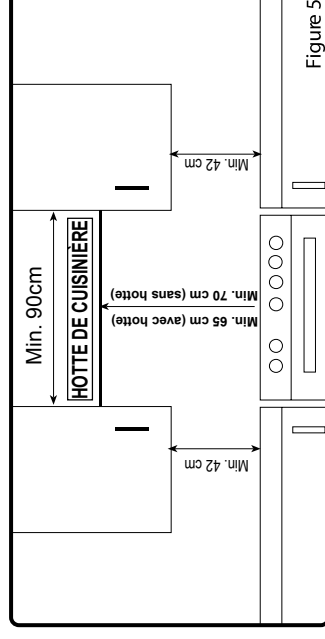

Figure 5
- La cuisinière peut être placée près d'un autre meuble, mais veillez à ce que la hauteur des meubles environnants ne dépasse pas la hauteur de la cuisinière (voir fig. 5).
La hauteur minimum entre le plan de cuisson et la hotte (ou les éléments muraux) est indiquée la fig. 5. La hotte d'évacuation doit être située à au moins 65cm du plan de cuisson. S'il n'y a pas de hotte, la hauteur du meuble situé au-dessus du plan de cuisson ne doit pas être inférieure à 70cm.